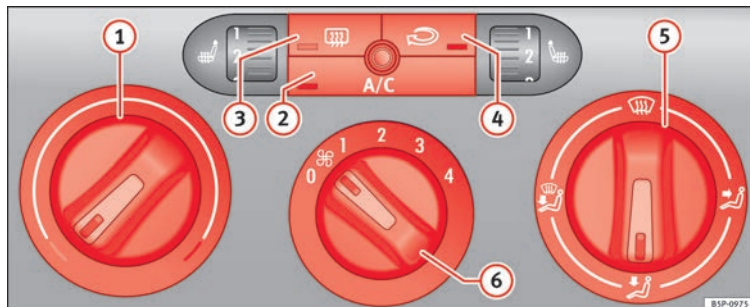

Bild 116 På instrumentpanelen: Klimatkontroller.
- Vrid temperaturväljaren » bild 116 ① medsols till önskad temperatur.
Luftcirkulationsläget » bild 116  förhindrar att starka lukter eller luftföroreningar kommer in i fordonet, till exempel vid körning genom tunnlar eller i en bilkö.